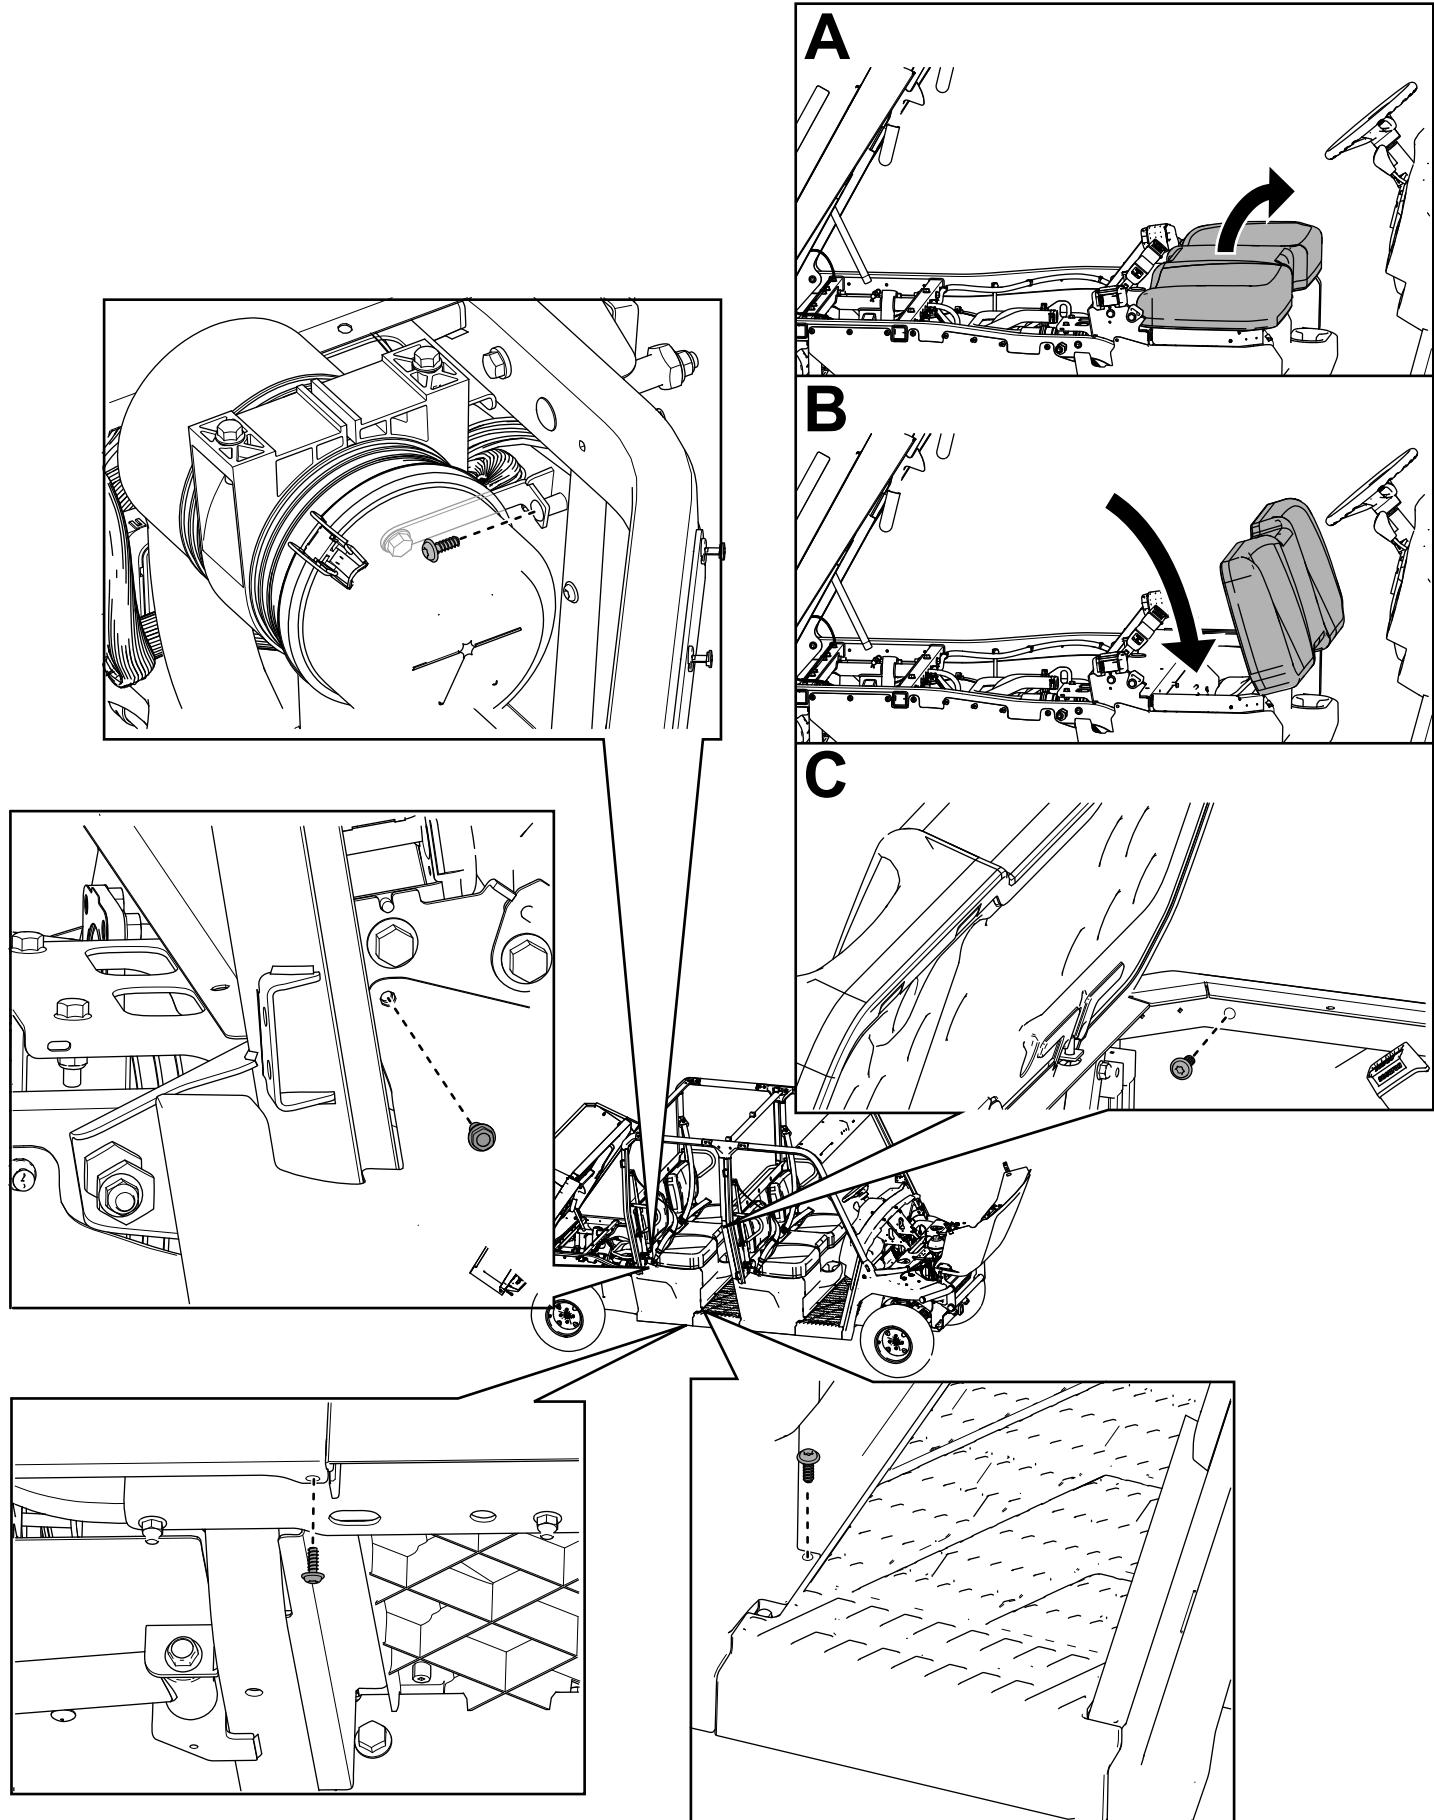

Figura 72
32. Sujete los 2 paneles izquierdos y los 2 paneles derechos de la base del asiento usando los pernos de cabeza hexagonal con arandela prensada ( $\frac{1}{4}$ " x  $\frac{3}{4}$ ") que se retiraron anteriormente, como se muestra en la Figura 72.